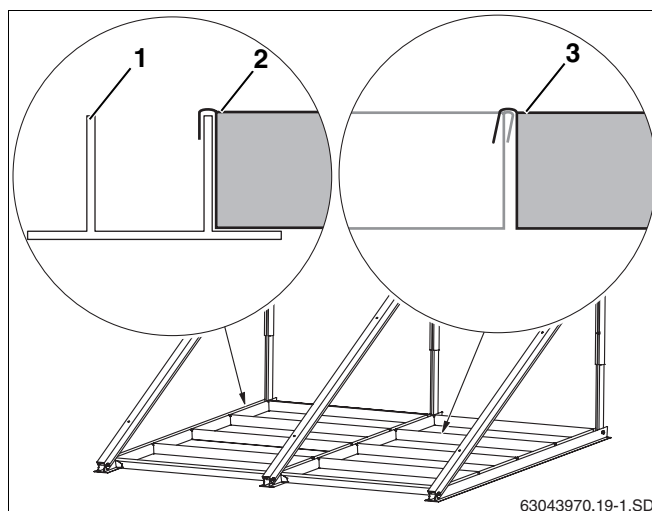

Fig. 27 4 cubas de carga por colector
- ▶ Coloque las cubas de carga (fig. 27, **pos. 2**) en los perfiles inferiores (fig. 27, **pos. 1**) y acopladas (fig. 27, **pos. 3**).